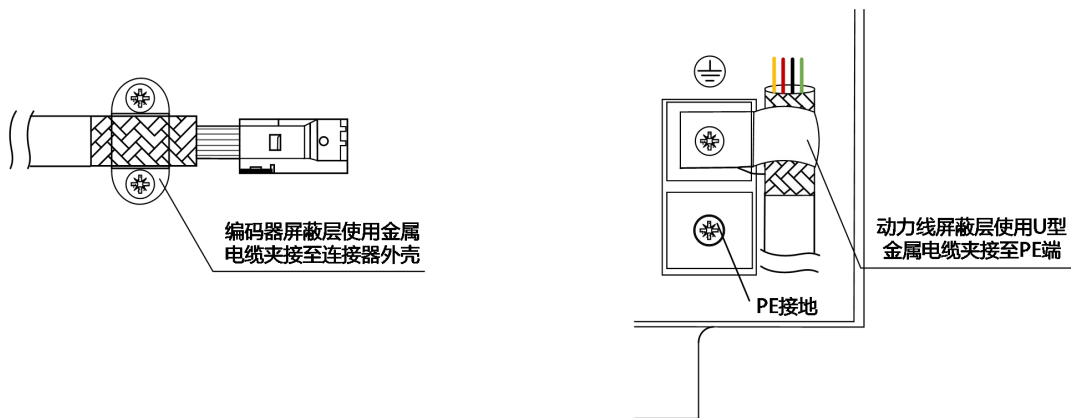
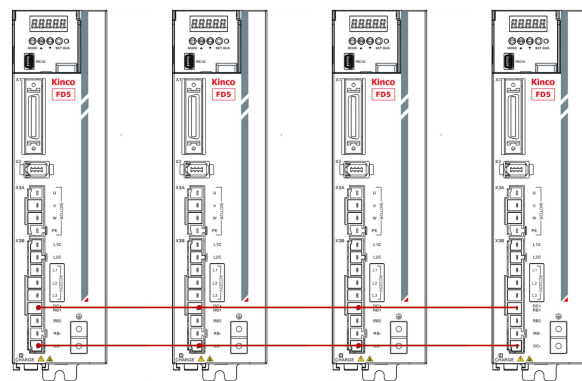

图 3-8 屏蔽层接地方式
图 3-10 FD435/FD625 共直流母线
- 图 3-8 显示了 FD5-LA/CA 驱动器默认 IO 功能的 X1 接线，图 3-10 显示了 FD5-PA 驱动器默认 IO 功能的 X1 接线，更多的 IO 功能可以通过数字面板或上位机调试软件自行定义。有关更多 IO 功能的详细信息，请参见第五章 5.5 节。